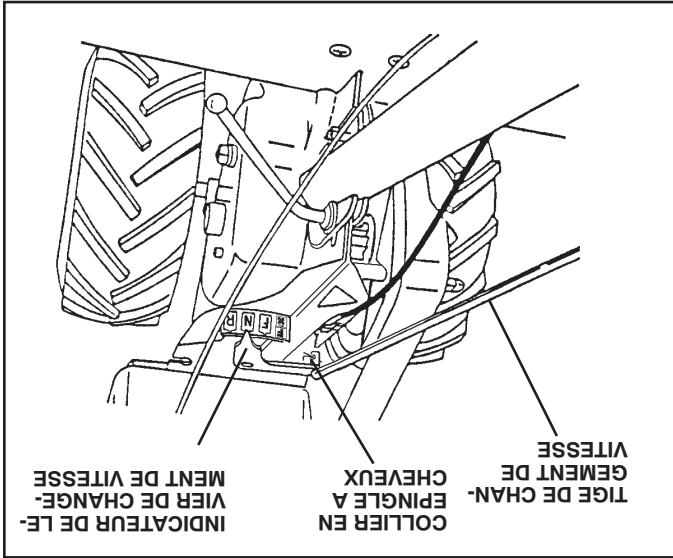

Fig. 7
RACCORDER LA TIGE DE CHANGEMENT DE VITESSE (Voir la Fig. 7)
- Assurez-vous que l'indicateur de levier de changement de vitesse est en position point mort ("N") (Voir la Fig. 7).